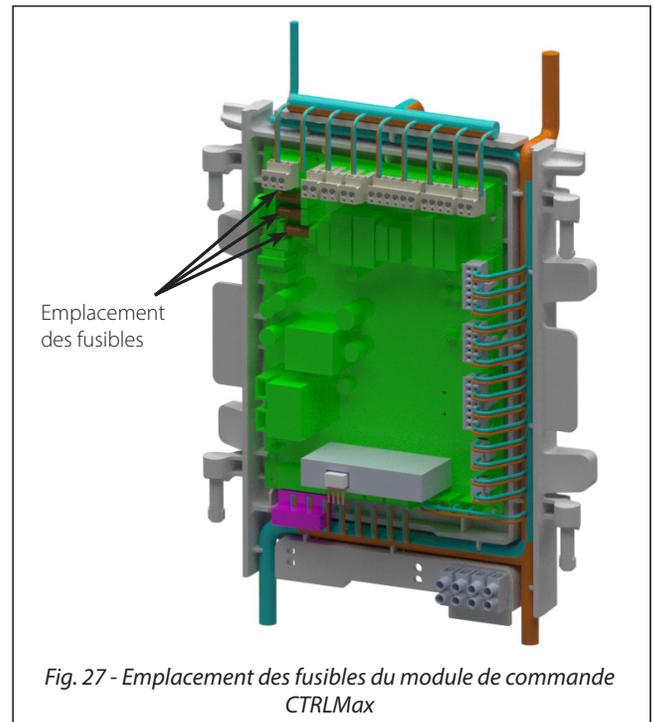

Fig. 27 - Emplacement des fusibles du module de commande CTRLMax
- Le module de commande CTRLMax contient 3 fusibles internes remplaçables de 5 A, comme l'illustre la Fig. 27 ci-dessous.